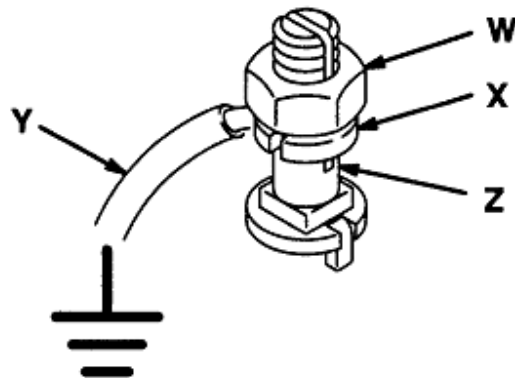

Рис.1.
Чтобы заземлить насос, ослабьте контргайку зажима заземления (W) и шайбе (X). Вставьте один конец провода заземления (Y) с минимальным сечением 1,5 мм² (12 га) в паз зажима (Z) и надежно затяните контргайку. См. рис. 1. Присоедините другой конец провода к грунтовому заземлению.